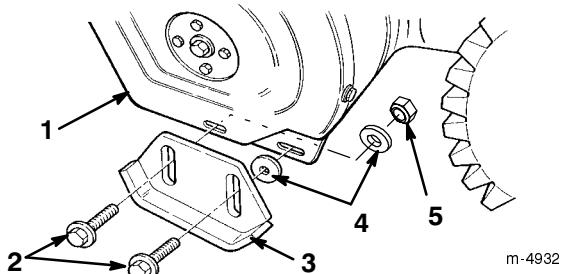

Figure 10
- Enlevez les deux boulons à embase et les deux rondelles plates qui fixent chaque extrémité de la lame racleuse aux plaques latérales (Fig. 10).
- Introduisez une rondelle **entre chaque patin et plaque latérale** (Fig. 10). Ne serrez pas les boulons.
- Introduisez une rondelle et un contre-écrou **derrrière (à l'intérieur de) la plaque latérale** (Fig. 10). Ne serrez pas les boulons.